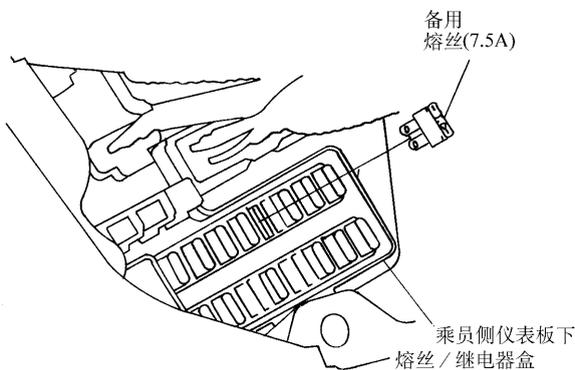

图 3-59 从发动机盖下熔丝/继电器盒中取下备用熔丝 (7.5A)
(3) PCM 重新设置。
①关闭点火开关。
②从发动机盖下熔丝/继电器盒中取下备用熔丝 (7.5A) 10s (图 3-59), 以重新设置 PCM。